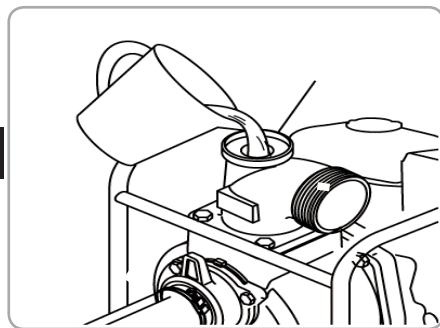

Fig.5
- Deoarece pompa este de tip autoamorsare, umpleți complet cu apa pompa, înlăturând dopul de amorsare (Fig. 5) înainte de a o pune în funcțiune.